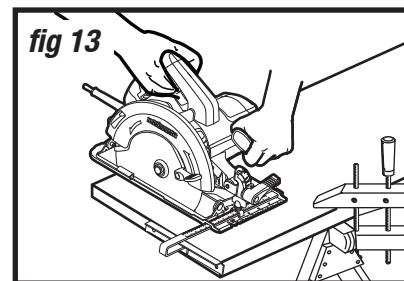

fig 13
INSTALLER ET UTILISER LE GUIDE DE COUPE RECTILIGNE (fig 13)
- Le guide de coupe rectiligne peut être installé à gauche ou à droite de la lame (Fig. 13).